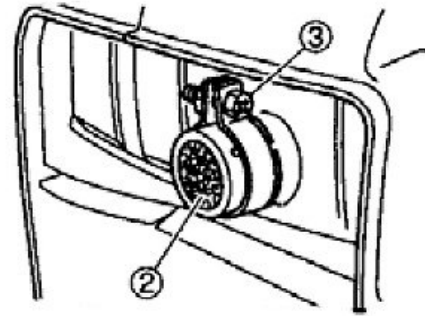

Abb. 52: Klemmschraube lösen
Schritt 3: Klemmschraube (Pos.3 , Abb. 52) lösen .